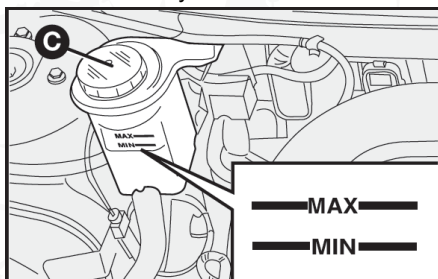

fig. 5
**LÍQUIDO PARA LA DIRECCIÓN HIDRÁULICA - fig. 5**